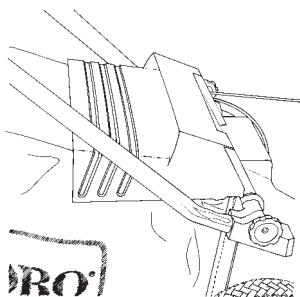

Figure 14
3. Le volet d'éjection doit se refermer complètement en haut du sac de ramassage (Fig. 14).